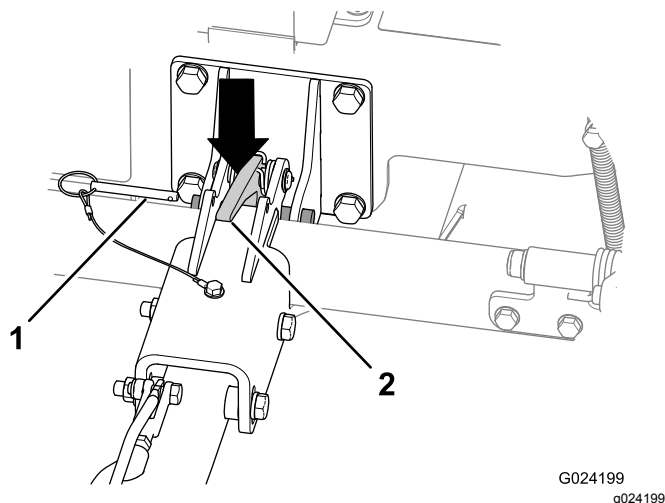

Рисунок 27
A. Извлеките стопорный штифт (Рисунок 27).
- C. Нажмите на фиксатор сцепки, чтобы расцепить сцепку (Рисунок 27).